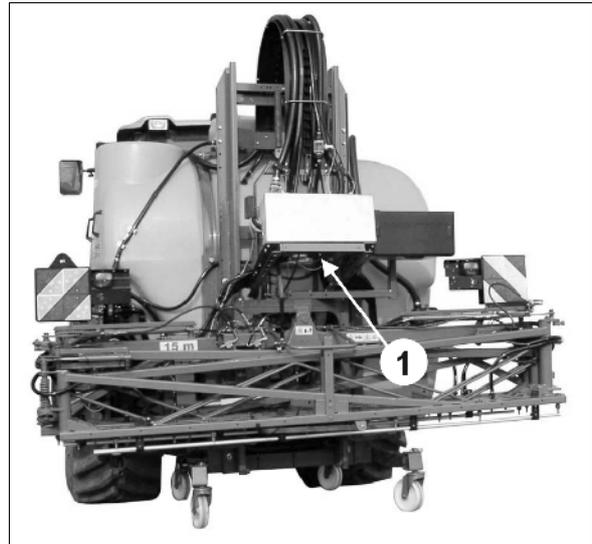

Bild 134
1. Demontera samtliga sprutledningar från delbreddsventilerna (Bild 134/1).
2. Montera flödesmätar-anslutningen (Bild 134/4) på en av delbreddsventilerna och anslut till flödesmätaren.
3. De övriga delbreddsventilerna förses med blindpluggar (Bild 134/3).
1. Demontera sprutledningen från en av delbreddsventilerna (Bild 134/1).